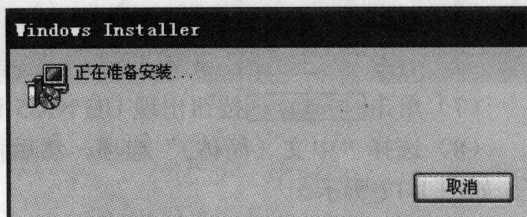

图 1-11 系统进行配置安装文件信息
(2) 选择“中文(中国)”安装语言, 单击 **确定** 按钮系统配置安装文件信息, 如图 1-11 所示。